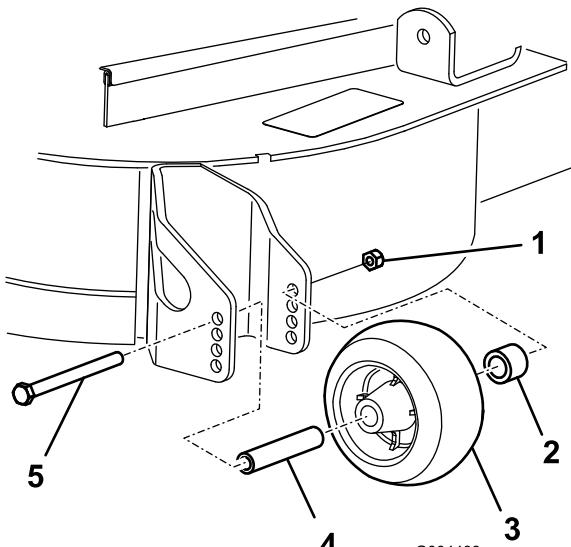

图 10
5. 安装凸缘螺母衬套、隔片和螺栓。上紧扭矩至 5461N·m>图 10。